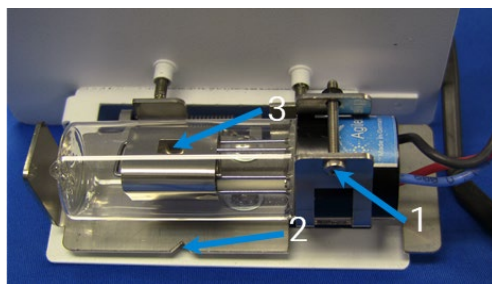

Figure 87. Alignement de la lampe D₂ (vue du dessus)
- 7 Desserrez la vis à tête cruciforme dans l'ensemble support de lampe (1 dans la Figure 87) et faites glisser la lampe vers l'extérieur.
- 8 Faites glisser la lampe D₂ à travers la pince jusqu'à ce que l'encoche dans la plaque de soutien (2) soit alignée avec l'ouverture optique de la lampe (3), comme illustré dans la Figure 87.